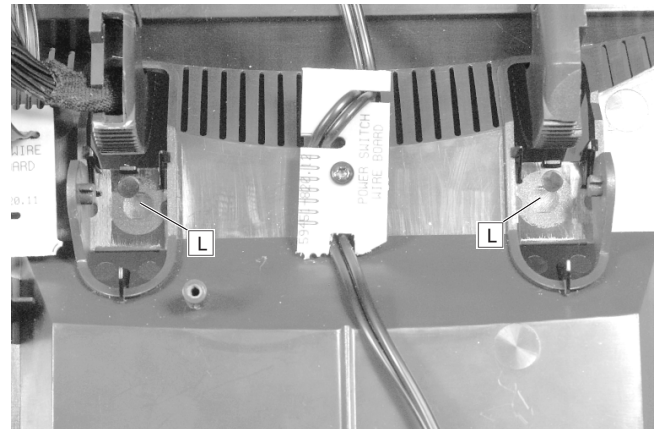

Fig. 23
- Die Abdeckungen **L** (Fig. 23) ausrasten und entfernen.
- Unhook the covers **L** (Fig. 23) and remove them.